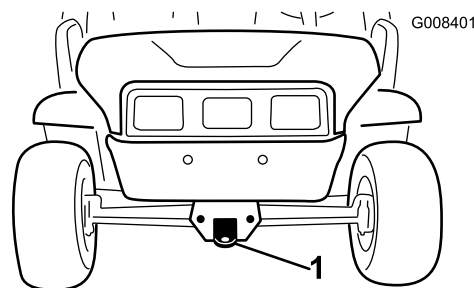
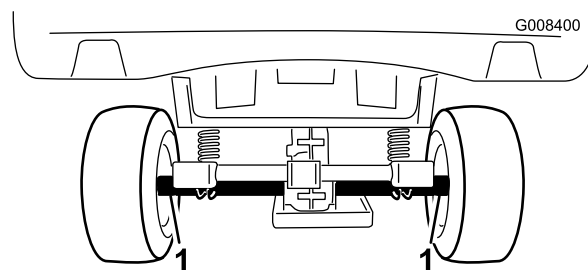

Рисунок 23
Рисунок 24
Для перемещения машины на большие расстояния используйте прицеп. Убедитесь, что машина надежно закреплена на прицепе. Местонахождение точек крепления машины показано на Рисунок 24 и Рисунок 23.
2. Прикрепите буксирный трос к сцепному устройству в передней части рамы машины (Рисунок 23).